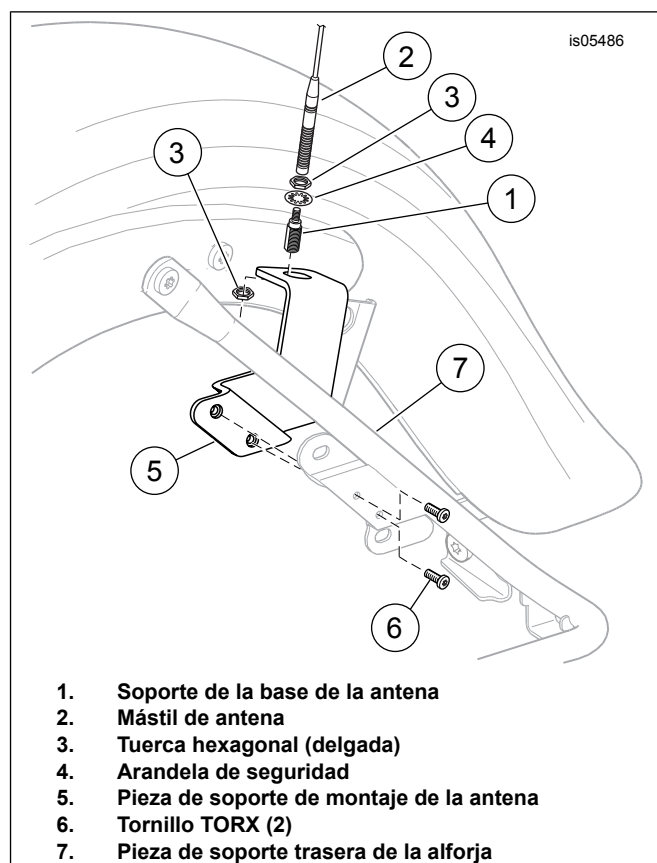
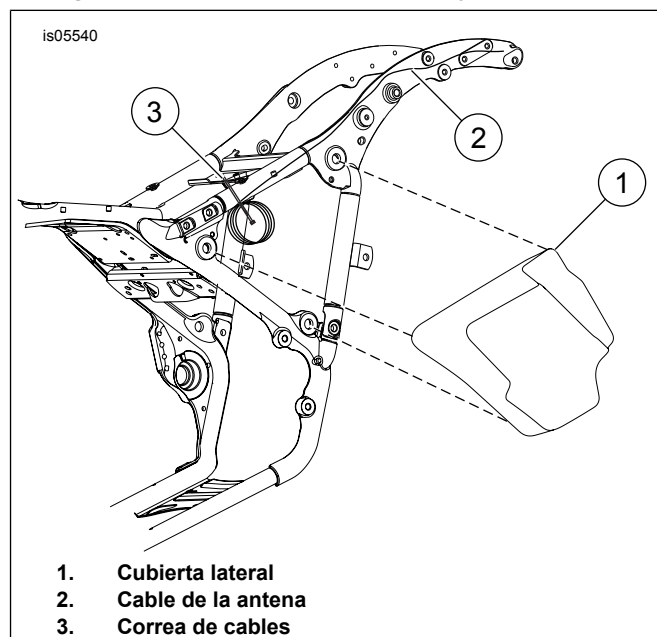

Figura 2. Pieza de soporte de montaje de la antena
Figura 3. Cubierta lateral y ubicación de la correa de cables de la antena
1. Vea la Figura 2. Coloque la pieza de soporte de la antena (5) como se muestra, en el interior de la barra de soporte inferior de la alforja. Instale los tornillos (6). Apriete los tornillos a 2,5 N·m (22 in-lbs).
2. Instale la arandela de seguridad con dientes internos (4) en las roscas más grandes de la base de la antena (1), debajo de la tuerca hexagonal superior (3). Inserte la base de la antena a través del agujero de la pieza de soporte de montaje de la antena.
3. Instale la tuerca hexagonal inferior (3) en la rosca de la base de la antena. Apriete la tuerca inferior a 8 N·m (6 ft-lbs).
4. Vea la Figura 3. Cuidadosamente quite la cubierta lateral izquierda (1) para separarla de los tubos de la estructura.
6. Enrolle el cable/cableado sobrante de la antena (2). Use una correa de cables larga (3) para sujetar el cable a la estructura debajo de la cubierta lateral izquierda (1) con el arnés de cableado del vehículo.
9. Vea la Figura 2. Instale el conjunto del mástil de la antena (2) firmemente sobre la base de la antena (1).
4. Vea la Figura 3. Instale la cubierta lateral izquierda (1).